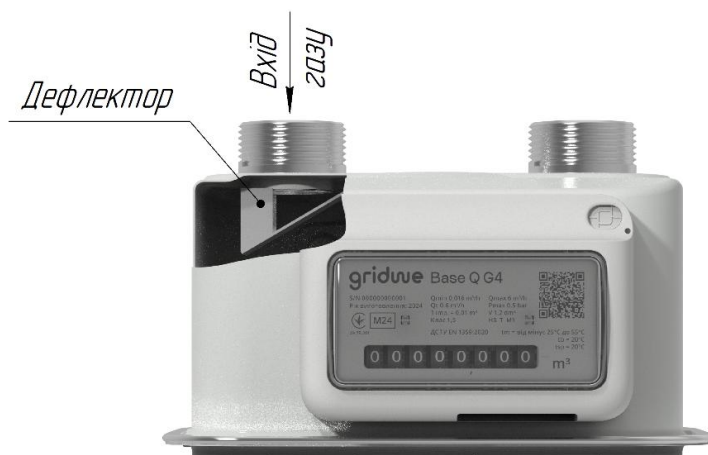

Рисунок 4 – Схема розміщення дефлектора
4.12. На вхідному патрубку, всередині корпусу з вимірювальним механізмом, для захисту від забруднення робочих поверхонь клапанів і гнізда клапана (золотникової пари) брудом, пилом та іншими домішками, а також захисту від можливих несанкціонованих втручань, в тому числі прихованих, в конструкції лічильників без вбудованого пристрою перетворення температури, встановлений дефлектор (Рисунок 4).